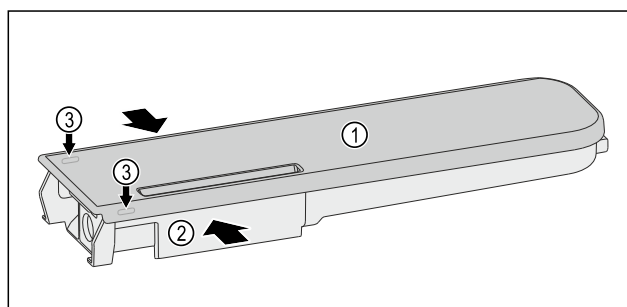

Fig. 119
- ▶ Stisnite spremnik za vodu Fig. 119 (2), pažljivo podignite poklopac Fig. 119 (1) preko zasuna Fig. 119 (3) i ga povucite prema gore.
- ▶ Poklopac Fig. 119 (1) lagano pomičite amo-tamo i izvadite ga prema gore.